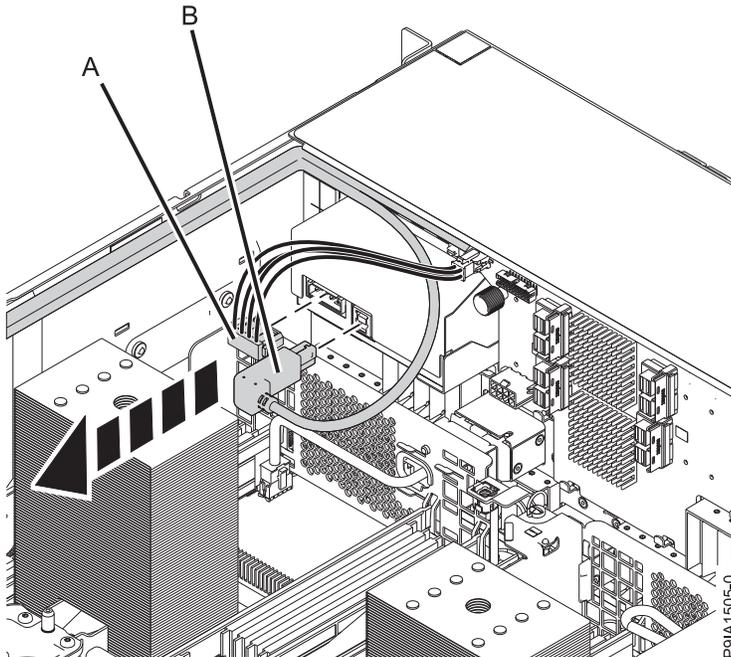

Figura 14. Desconectando os cabos de energia e USB da estação de acoplamento RDX interna
- a. Desconecte o cabo de energia da estação de acoplamento interna do RDX (A) na parte traseira da estação de acoplamento, conforme mostrado em Figura 14 na página 18.
- b. Desconecte o cabo USB da estação de acoplamento RDX interna (B) da parte traseira da estação de acoplamento conforme mostrado na Figura 14 na página 18.